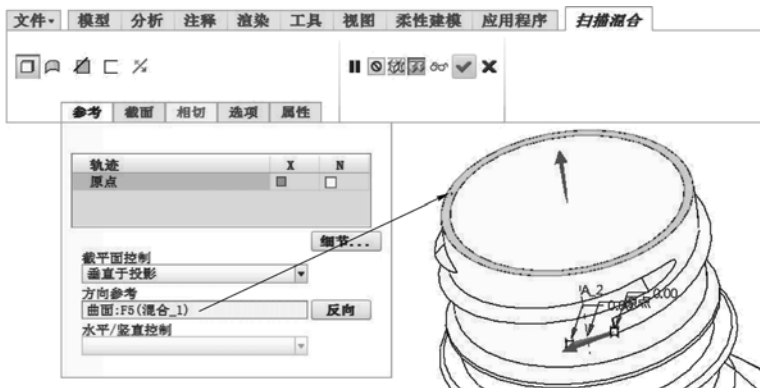

图 13-96 设置剖面控制方式及其方向参考
- 3 在“扫描混合”选项卡中打开“参考”面板，从“截平面控制”下拉列表框中选择“垂直于投影”选项，接着选择瓶口顶面为垂直依据，方向向上，如图 13-96 所示。